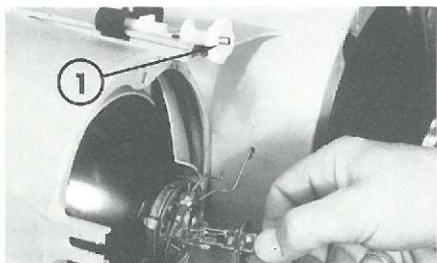

Fig. 46 – Ekstra fjernlygter (lille diameter)
- Drejelygter (fig. 46 og 46 bis).
- Højdejustering: Drej på fingerskruen (1).
- Sidejustering: Skru på den hvide mufte (2) efter at have løsnet kontramøtrikken (3).
- Faste lygter (fig. 46 ter).
- Højdejustering: Påvirk skruen (1).
- Sidejustering: Påvirk skruen (2).
Fig. 46 bis – Ekstra fjernlygter (lille diameter)
Fig. 46 ter – Ekstra fjernlygter (lille diameter)